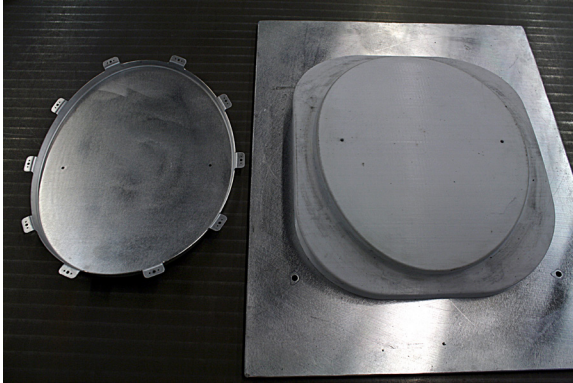

Abbildung 4: Hydrogeformte Teile bei Piper Aircraft. Das Werkzeug dafür wurde mit der FDM-Technologie gedruckt.
Wie so oft führten auch hier die erforderlichen Materialeigenschaften die Ingenieure zur FDM-Technologie. FDM-Drucker bieten für langlebige Teile eine unvergleichliche Vielseitigkeit. Diese Teile sind robust genug, um als fortgeschrittene Konzeptmodelle, Funktionsprototypen, Fertigungswerkzeuge und Produktionsteile verwendet zu werden. Im Fall von Piper war Polycarbonat (PC) das am besten geeignete Material, da es einem Hydroforming-Druck von 3.000 bis 6.000 psi standhält und sich für das Formen aller von Piper hergestellten Strukturteile eignet (Abbildung 4).